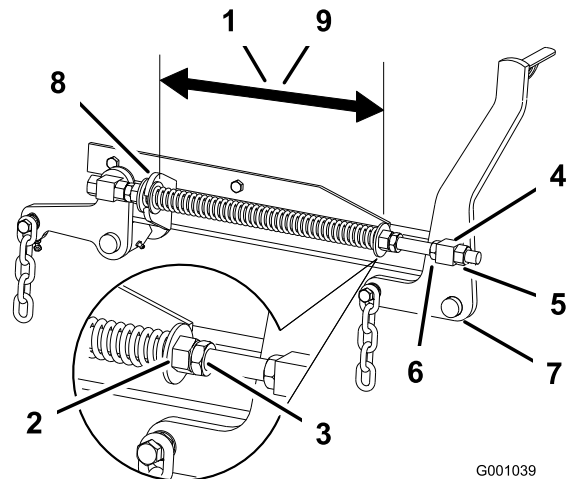

Bild 83
2. Prüfen Sie den Abstand zwischen den beiden großen Scheiben. Für Mähwerke mit 132 cm sollte der Abstand 28,2 cm und für Mähwerke mit 152 cm sollte der Abstand 26,7 cm betragen (Bild 83).
3. Stellen Sie den Abstand ein. Lösen Sie die Federklemmmutter und drehen Sie die Mutter vorne an jeder Feder (Bild 83). Wenn Sie die Mutter nach rechts drehen, wird die Feder verkürzt. Wenn Sie die Feder nach links drehen, wird sie verlängert.
4. Arretieren Sie die Mutter, indem Sie die Federklemmmutter anziehen (Bild 83).